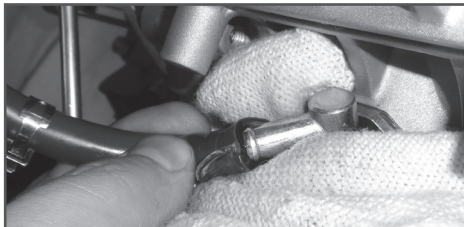

Рис. 10 Удаление воздуха из топливного шланга
4. Как только воздух выйдет, и из отверстия между топливным шлангом и входным штуцером топливного насоса начнет вытекать топливо (Рис. 10), быстро наденьте топливный шланг на штуцер топливного насоса. Установите на место хомут топливного шланга.